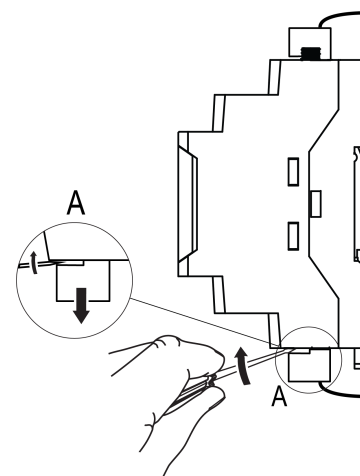

Рисунок 4.3 – Отсоединение съемных частей клемм
3. Отделить от шлюза съемные части каждой из клемм вместе с подключенными внешними линиями связи с помощью отвертки или другого подходящего инструмента (см. рисунок 4.3).